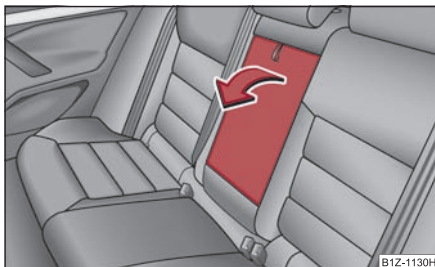

Fig. 84 Scaunele din spate:
- Cotiera poate fi pliată în jos trăgând de curelușă ⇒ fig. 84. ■